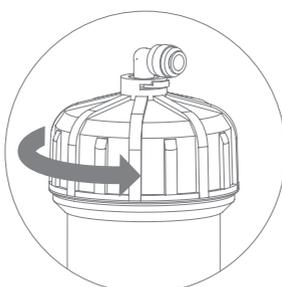

Рис. 18
4. Открутите крышку корпуса мембраны (рис. 18), используя ключ из комплекта поставки¹⁾, извлеките отработанную мембрану (рис. 19).